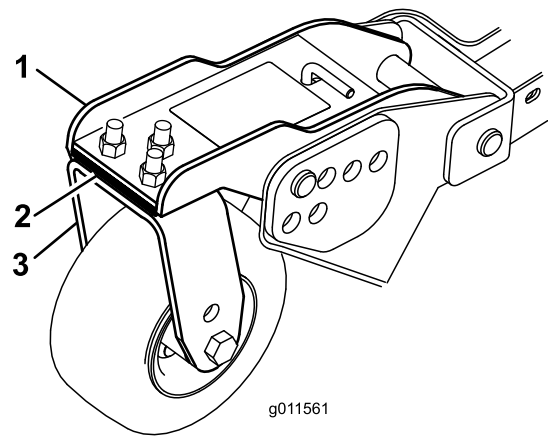

Figura 30
3. Ajuste los suplementos de 3 mm de las horquillas de las ruedas giratorias delanteras hasta que la altura de corte se corresponda con la marca de la pegatina (Figura 30).
3. Si el borde interior de la carcassa lateral está demasiado alto respecto al borde exterior de la carcassa delantera, retire un suplemento de la parte inferior del brazo interior delantero de la rueda giratoria en la carcassa lateral del cortacésped (Figura 30).